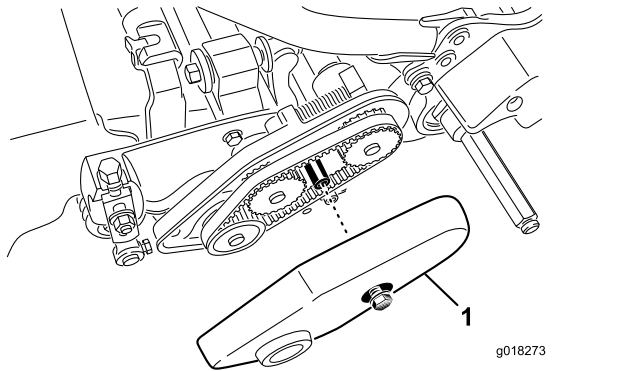

Figura 45
2. Afloje el perno que sujeta la cubierta de la correa y retire la cubierta de la correa para tener acceso a la correa (Figura 45).